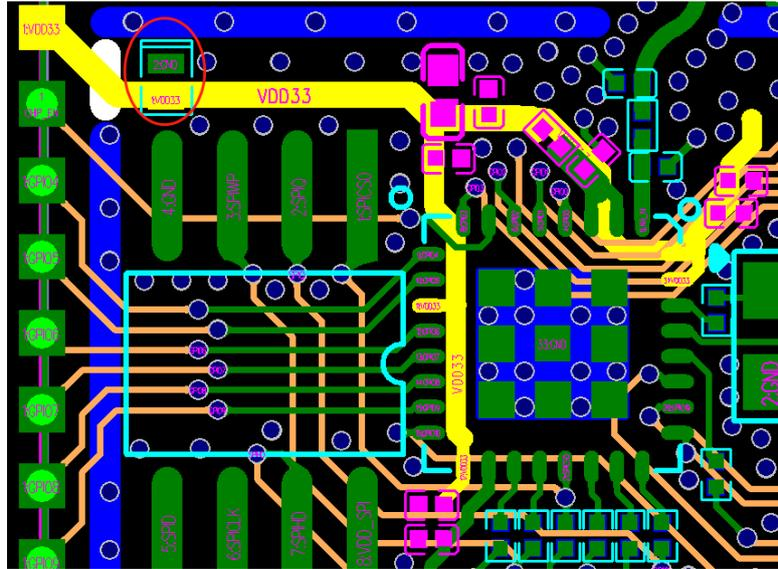

图 15: ESP32-C3 系列芯片四层板电源设计
- 图 15 中红色圆圈部分为 ESD 保护管，靠近电源端口放置。电源走线进入芯片前需添加一个 $10\ \mu\text{F}$ 电容，该电容与 $0.1\ \mu\text{F}$ 电容搭配使用。而后电源走线可在此分支，进行星形走线，减少不同电源管脚之间的耦合。所有的去耦电容请靠近对应电源管脚放置，去耦电容的接地管脚请靠近打地孔，保证较短的返回路径。
- 图 15 中黄色高亮信号线即为 3.3 V 电源走线。主干电源走线的线宽建议至少 20 mil，管脚 2、管脚 3 分支电源走线建议至少 15 mil，其他分支电源走线建议 10 mil。
如图 15 所示，如需在模组背面芯片下方添加散热焊盘 EPAD，建议对 EPAD 进行九宫格处理，间隙处盖油墨，而地孔则打在间隙处。这样可以有效地改善模组 EPAD 焊接至底板时的漏锡问题。